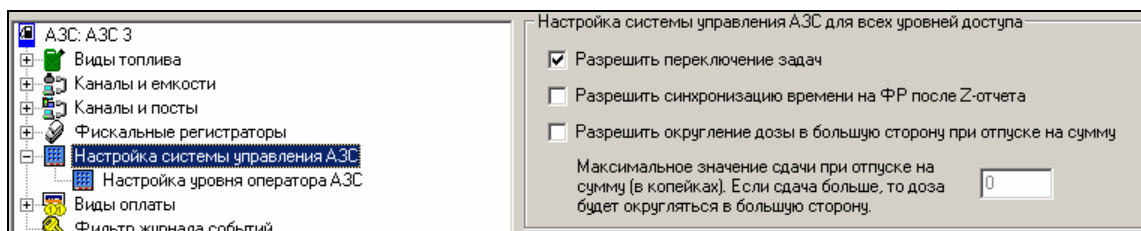

Рисунок 18
Для настройки системы управления АЗС GasKit v.7.2 необходимо выбрать узел дерева объектов “Настройка системы управления АЗС” (рисунок 18). Настройка системы управления позволяет разрешить или запретить оператору выполнять те или иные действия при работе в системе управления АЗС GasKit v.7.2. Настройки разделяются на две группы:
- Общие для всех уровней доступа (рисунок 18).